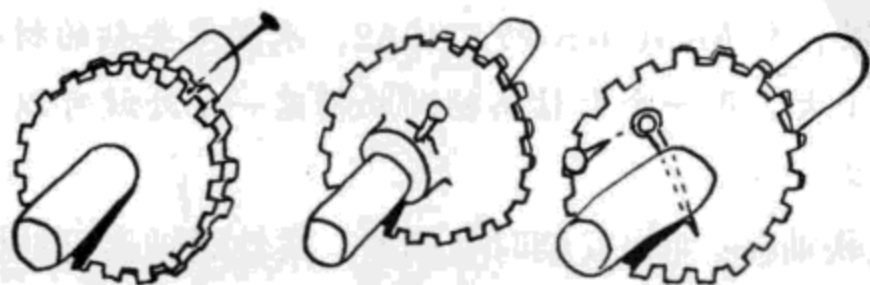

图7.24 零件与轴的连接方式
（3）用销钉连接：如果零件的尺寸适于在侧面或轴毂上钻孔，则可以在轴上与零件套在一起钻孔，用钉子或销钉（木钉或金属钉）将它们连在一起（如图7.24左部与中间）。钻孔时，两个要配合的零件要对齐。
(5) 用销钉连接：如果可以沿径向在轴上钻孔，可以在零件的任何位置钻孔，将轴与零件用销钉或硬金属丝连接。图 7.24 的右图就是这种连接形式。
(6) 用销钉夹的方法：在平齿轮的任何一面装一个轴环将其固定。在扣紧夹子或螺钉时，如果一起挤压轴环，也可以将零件夹紧。这种方法在第 10 章项目 10.2 中安装固定叶片的风轮零件时就用到。
(7) 自制轴毂：用环氧灰泥将轴环粘在平零件的两侧来做一个自制轴毂。这种方法在项目 10.2 中将激光切割的齿轮装在风轮的轴与电机轴上时用到了。